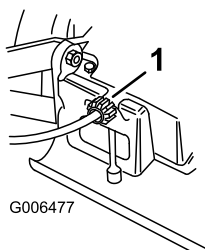

Figure 28
Si la tondeuse ne se propulse pas automatiquement ou a tendance à avancer quand la barre de commande est à **plus** de 38 mm (1,5") du guidon, réglez le bouton de réglage de la transmission à l'arrière du boîtier d'engrenages (Figure 28).
2. Tournez le bouton de commande de 1/2 tour dans le sens horaire si la tondeuse n'avance pas automatiquement. Si la tondeuse a tendance à avancer, tournez le bouton de 1/2 tour dans le sens anti-horaire pour détendre la courroie (Figure 28).